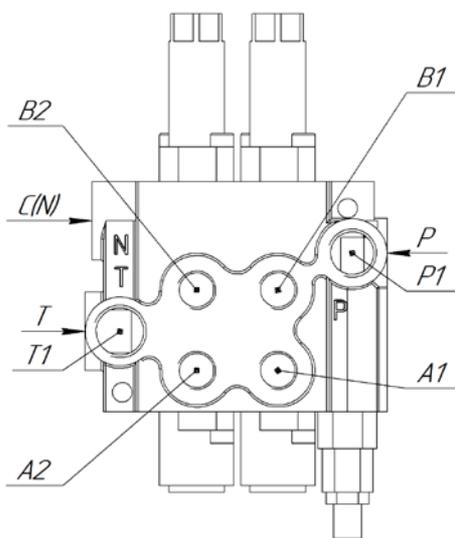

Рис. 2.1
2.2.2.5 Установить заглушки BSP1/2" через медное (металлорезиновое) кольцо 1/2" в дублирующие порты P1, T1 на лицевой стороне гидрораспределителя (при наличии таких) (рис.2.1).